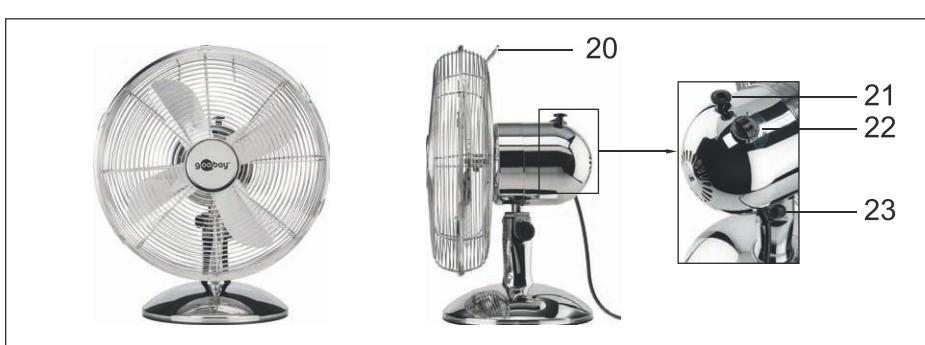

Fig.140: Окончательно смонтированный настольный вентилятор
1. Берите вентилятор за рукоятку (рис. 140, № 20) и ставьте его на непыльную, устойчивую горизонтальную поверхность.
4. Ослабьте винт регулировки угла наклона (рис. 140, № 23).
Сила обдува настраивается с помощью трехступенчатого поворотного переключателя (рис. 140, № 22):